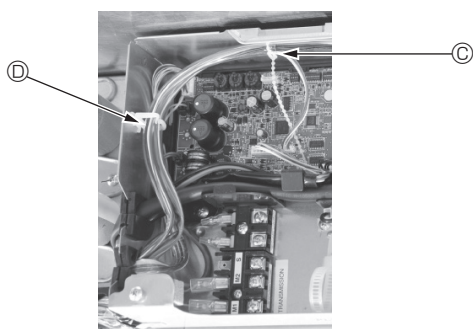
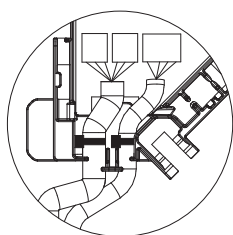

Fig. 6-15
Fig. 6-16
- **Placez les excès de fils de jonction du Capteur i-see et du récepteur de signal dans le boîtier des composants électriques dans le crochet pour fils, comme indiqué sur le schéma, et groupez les fils à l'aide de la fixation. (Fig. 6-15)** Veillez à ce que le ruban qui maintient les fils de jonction du Capteur i-see et du récepteur de signal soit bien positionné à l'intérieur de la boîte de raccordement. (Fig. 6-16)